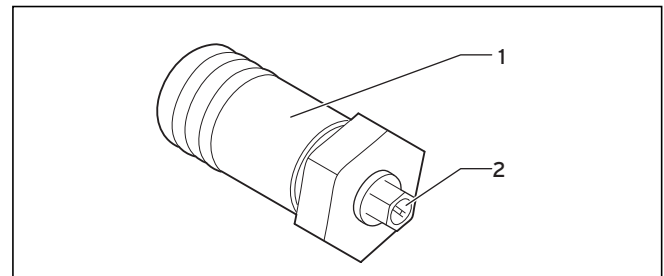

Fig. 6.1 Tappo con apertura di sfiato nei collettori piani
- solo con collettori piani: Sfiato mediante l'apertura di sfiato (→ fig. 6.1, 2)
Nel punto più alto dei collettori piani viene montato un tappo con apertura di sfiato (→ fig. 6.1).